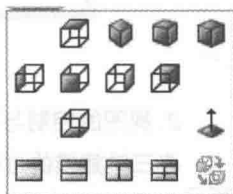

图0-12 视图视角选择
5) “视图定向”: 按照用户指定的视角方向来显示模型, SolidWorks 提供的各种视角如图 0-12 所示。